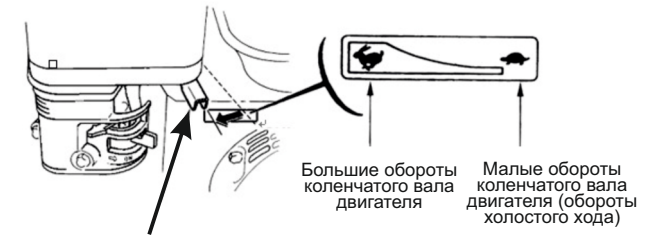

Рисунок 19
7. Переместите рычаг управления дроссельной заслонкой до упора в положение рычага, соответствующее большим оборотам коленчатого вала двигателя (рис. 19) или выберите желаемое количество оборотов коленчатого вала ДВС соответствующим перемещением рычага управления дроссельной заслонкой, но не до крайнего положения.